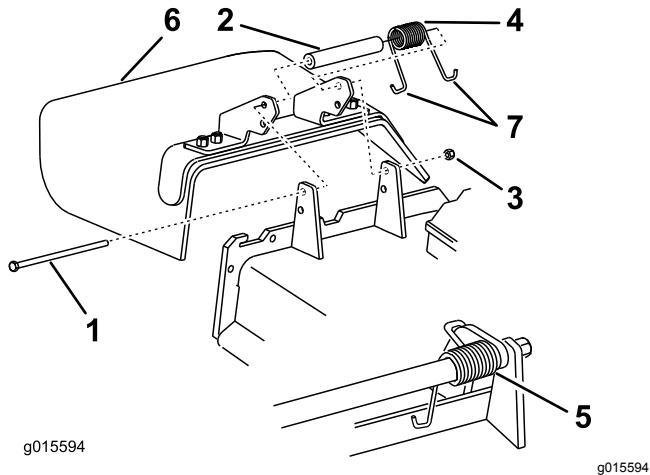

Figura 99
5. Coloque un extremo con gancho en J del muelle alrededor del deflector de hierba (Figura 99).
1. Retire la contratuerca, el perno, el muelle y el espaciador que sujetan el deflector a los soportes de pivote (Figura 99).
Nota: Asegúrese de colocar un extremo en J del muelle detrás del reborde de la carcasa antes de instalar el perno, según se muestra en Figura 99.